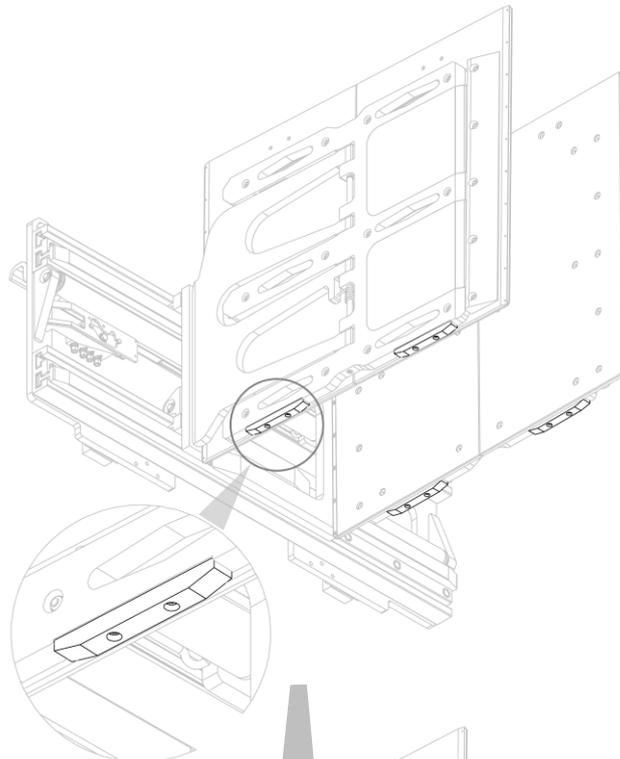
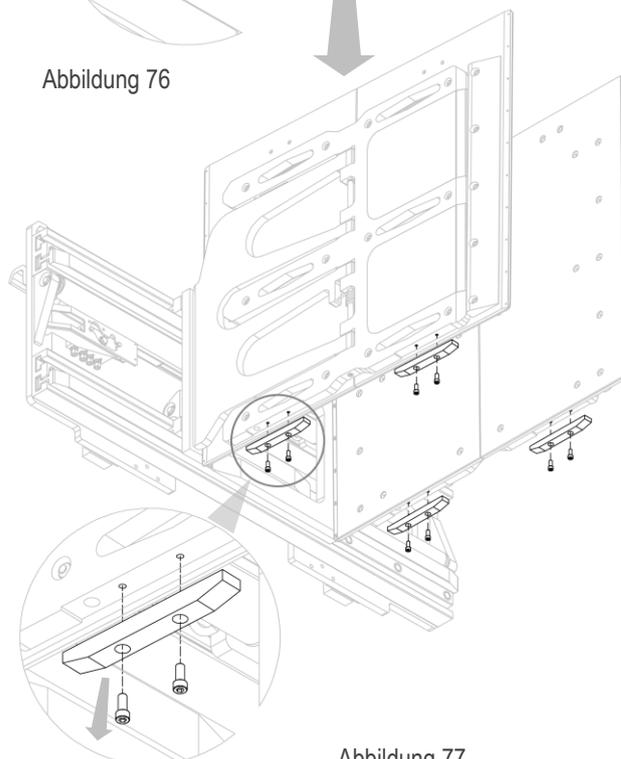

Abbildung 76
Abbildung 77
2. Schrauben Sie die unteren Schleifschutz-Gleitschuhe aus Ertalon ab (siehe *Abbildung 76* und *Abbildung 77*).